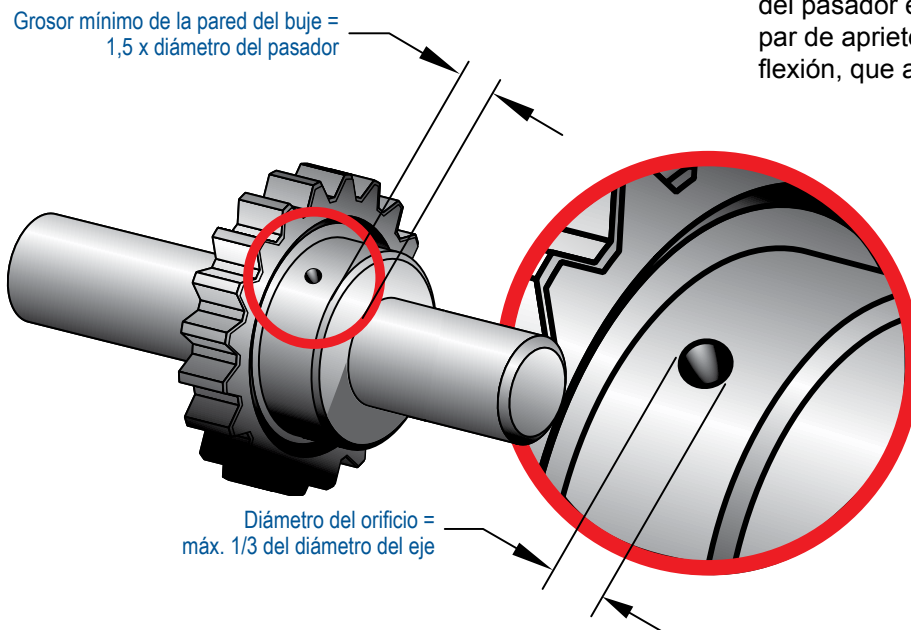

Imagen 1
- El orificio de un eje no debe tener un diámetro $1/3$ mayor que el del eje. Para ejes de acero suave y no ferrosos, se recomiendan los pasadores de carga estándar. La resistencia extra de un pasador de carga alta solo supone una ventaja si el orificio tiene un diámetro $1/4$ menor que el del eje o si el eje está reforzado (*Imagen 1*).
- Se recomienda que el buje disponga de un grosor de pared mínimo de 1,5 veces el diámetro del pasador. De lo contrario, la resistencia del buje no se corresponderá con la resistencia al cizallamiento del pasador (*Imagen 1*). A medida que aumenta el grosor de la pared del buje, también aumenta la zona del material alrededor del pasador.